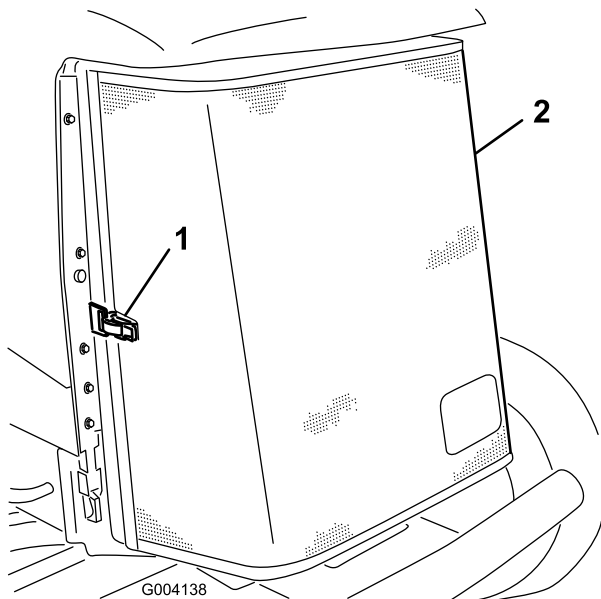

Figura 60
3. Desenganche y abra la rejilla trasera (Figura 60).